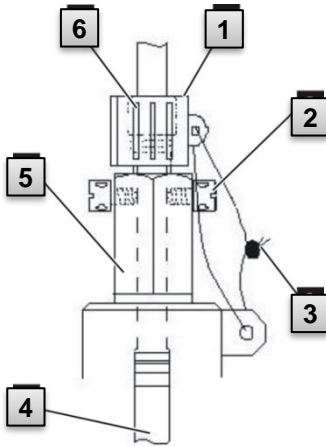

Abb. 13
3. Lassen Sie den Temperatursensor mit Hilfe der Plombierhülse **1** und der Drahtplombe **3** gemäß Abb. 13 durch einen Eichbeamten verplomben.